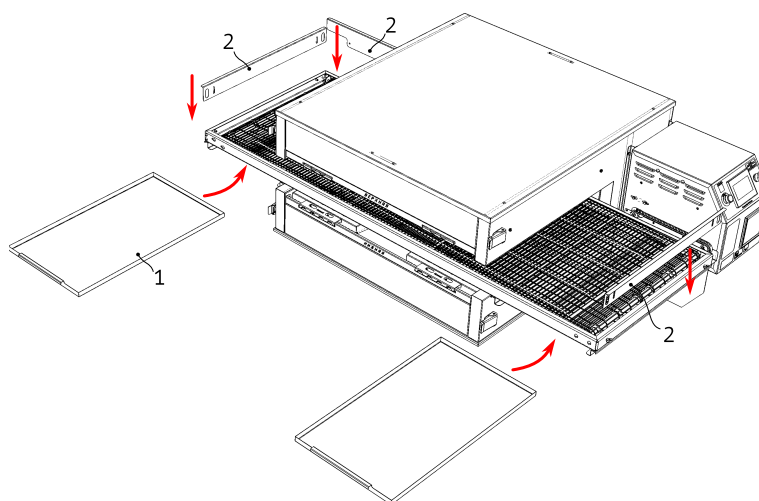

Рисунок 6
8. Установите поддоны 1 в направляющие под конвейер, см. Рис. 6. Установите ограничители 2 на конвейер.